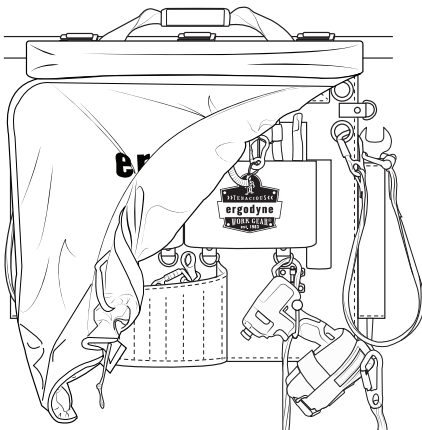

Fig. 7
2. Unfurl the weather cover. [fig. 7]
2. Despliegue la cubierta de intemperie. [fig. 7]